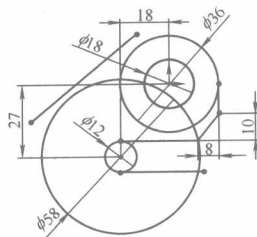

图 1-20
(1) 单击“新建”图标, 新建一“零件”文件, 并单击“保存”图标, 保存文件。
(2) 选择状态树中的“前视”, 再选择, 此时打开草绘工具栏, 然后选择, 打开草绘窗口。绘出图 1-20 所示图形, 并标注尺寸。